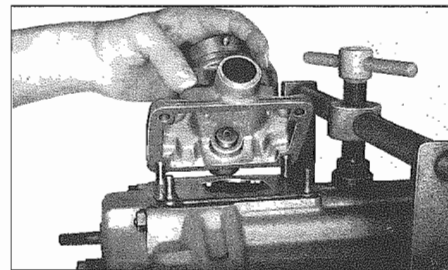

Fig. 57 - Montaggio della testa di comando
- Mettere la guarnizione (628) e piastra (630) sulla scatola. Montare la testa di comando (627) sulla guarnizione (Fig. 57). Avvitare i dadi esagonali (620) e relative rosette di sicurezza (621) sui prigionieri e serrare con una coppia di 20-25 Nm (2,0-2,5 kpm).
- Place gasket (628) and washer (630) on housing. Place shift head (627) on gasket (Fig. 57). Screw hex. nuts (620) with spring washers (621) underneath on studs and tighten to 2 to 2.5 kpm